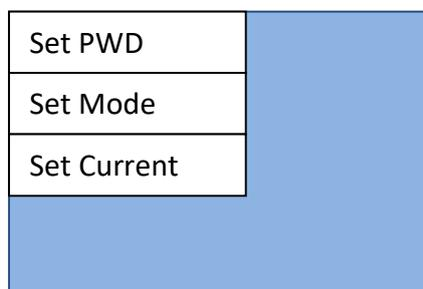

Figura 24 - Schermata configurazione password, modalità di utilizzo e potenza
- 2) Figura 24.
- 5) Figura 24. Si apriranno in sequenza a pochi secondi l'una dall'altra, due schermate (Figura 26a e Figura 26b). Aspettare, senza schiacciare i tasti, fino alla comparsa della schermata in Figura 26b.
- 8) Figura 24. Si apriranno in sequenza a pochi secondi l'una dall'altra, due schermate (Figura 27a e Figura 27b). Aspettare, senza schiacciare i tasti, fino alla comparsa della schermata in Figura 27b.